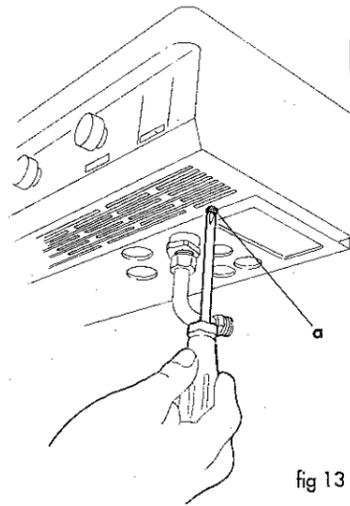

fig 13
- togliere le due viti "a" poste sul lato inferiore dello apparecchio (fig. 13)